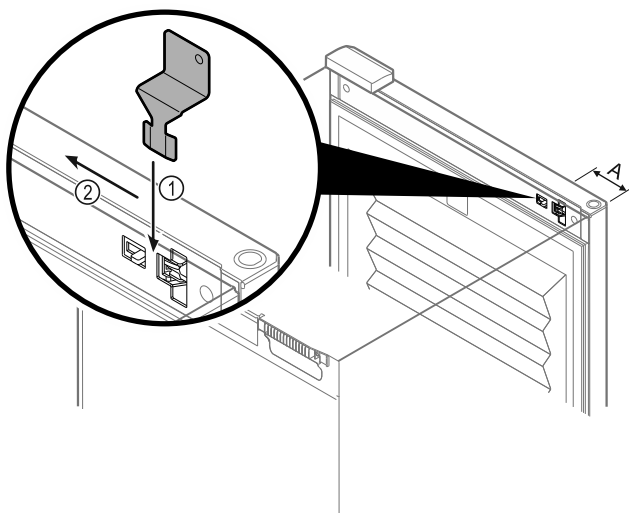

Fig. 220
- Klíč pro nouzové odblokování umístěte na dané místo Fig. 220 (A) ≈ 100 mm.
- Klíč pro nouzové odblokování Fig. 220 (1) zasuněte mezi dveře a korpus spotřebiče shora až na doraz.
- Klíč pro nouzové odblokování zatlačte ve směru závěsu. Fig. 220 (2)